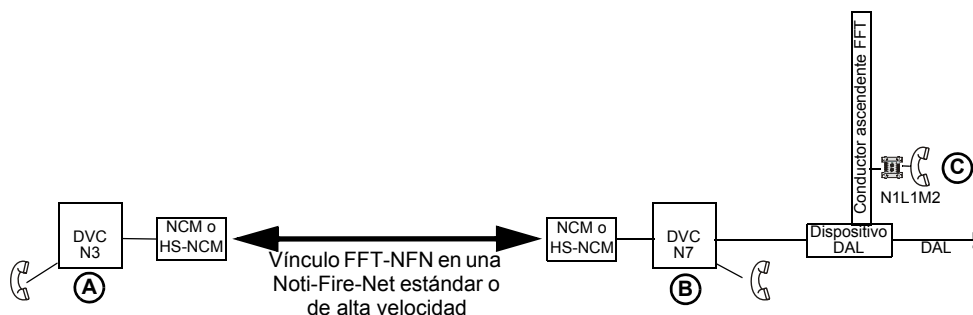

Figura B.2 Ejemplo 1 de vínculos de comunicación FFT-NFN
1. Un bombero enchufa una clavija en (C). El punto 1 suena en (A). Ambos LED parpadean.
2. El operador de (A) presiona el botón del punto, programado como se muestra en la Figura B.2, y así enciende el punto. Los LED de punto activo se iluminarán de forma constante y los LED amarillos se apagarán. Se establece la comunicación entre (C) y el teléfono local que se encuentra en (A).
- La porción *N3,N7* de la programación del punto controla la comunicación de red: (A) a (B) en este ejemplo.
1. Un bombero enchufa una clavija en (C). El punto 1 suena en (A). Ambos LED parpadean (verde y amarillo en el DVC-KD, punto activo y amarillo en el anunciador).
2. El operador presiona el punto 1, y así lo enciende. Los LED de punto activo se iluminarán de forma constante y los LED amarillos se apagarán. Se establece la comunicación entre (C) y el teléfono local que se encuentra en (A). Si al presionar el punto 1 se activa (C), pero no se abre el vínculo FFT-NFN, los LED de los puntos (A) y (C) seguirán parpadeando porque el vínculo FFT-NFN no está disponible.
3. Bomberos enchufan clavijas en (D) y (E). Los puntos 2 y 3 suenan en (A), los LED de punto activo se iluminan de forma constante y los LED amarillos parpadean. El operador en (A) presiona los botones de punto 2 y punto 3 (del DVC-KD o del anunciador ACS), programados como se muestra en la Figura B.2, y así enciende los puntos. Los LED amarillos se apagarán. Se establece la comunicación entre los teléfonos de campo de (C), (D) y (E) y el teléfono local que se encuentra en (A). (A) a (E) ya están comunicados.